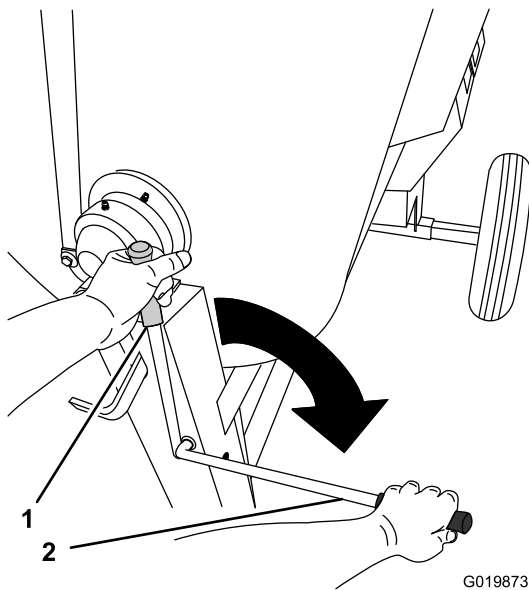

Figura 31
2. Mueva la palanca del embrague a la posición de DESENGRANADO (Figura 31).
5. Mueva la palanca del embrague a la posición de ENGRANADO (Figura 31).